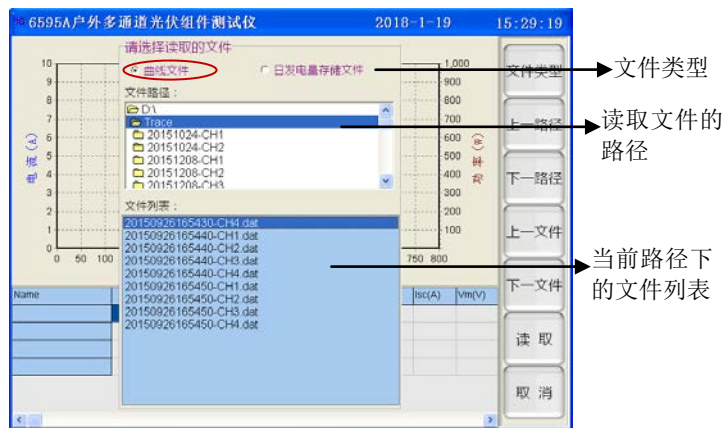

图 5-15 IV 曲线文件选择页面示意图
当通过【设置项目】菜单项选中【读取曲线文件】按钮时，按下面板上的 **Enter** 键，将弹出文件读取的选择页面，如图 5-15 所示。
- **【选择文件】**: 按下此菜单项对应的按键将弹出如图 5-15 所示的文件选择页面, 可在文件选择页面上选择需要读取的文件。